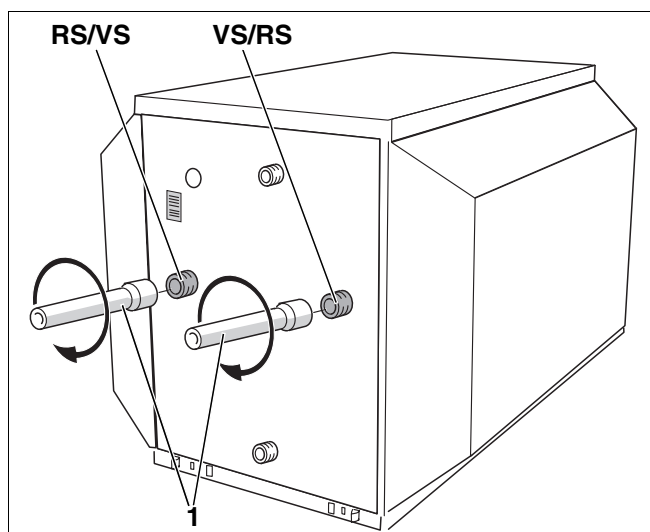

Рис. 7 Установка труб для транспортировки (задняя сторона бака)
- Изготовить две трубы для транспортировки (рис. 7, поз. 1) с муфтами Rp₁.